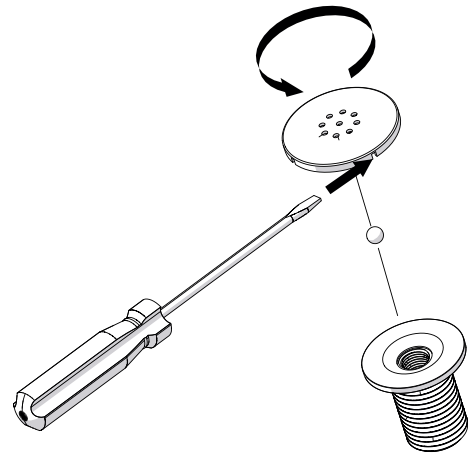

Figure 5.2
- Desserrez les capuchons des buses avec un tournevis plat (Figure 5.2). Appuyez le tournevis sur une des fentes sur le côté du capuchon.